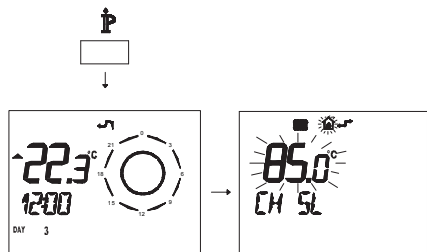

Рис. 5.45
- Нажмите и удерживайте 3 секунды кнопку , чтобы войти в режим **INFO** (Рис. 5.45).